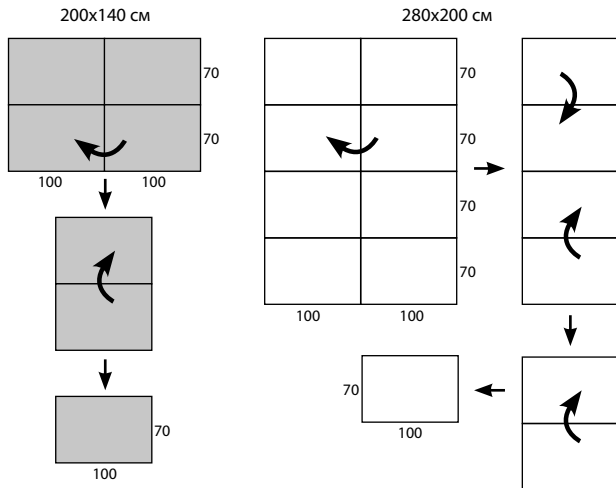

Рис. 4. Последовательность складывания нагревателей 200х140 см и 280х200 см
- Перед тем, как убрать нагреватель для длительного хранения, удалите загрязнения с помощью бытового пылесоса для «сухой» уборки. Затем правильно сверните нагреватель строго в той последовательности, которая указана на Рис. 4 и уложите в коробку для хранения.